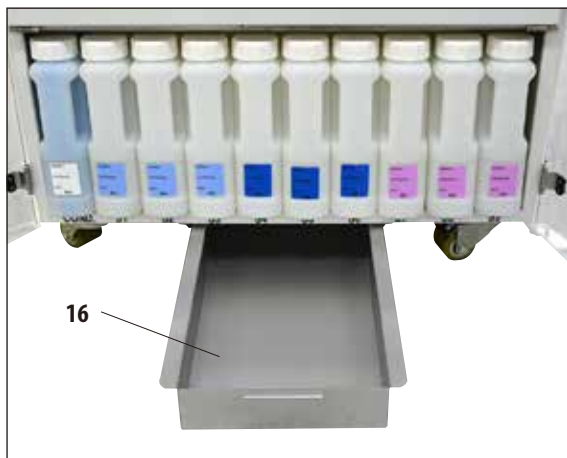

Fig. 230
Tava de colectare (16) trebuie inspectată periodic, pentru a detecta semne de scurgere a reactivilor (Fig. 230). **Se recomandă** să faceți acest lucru după ce programul de infiltrare și de curățare a fost finalizat, înainte ca orice reactiv care se scurge să aibă posibilitatea de a se evapora.
- Pentru a face acest lucru, trageți tava de mâner (Fig. 230) și goliți-o, dacă este necesar.